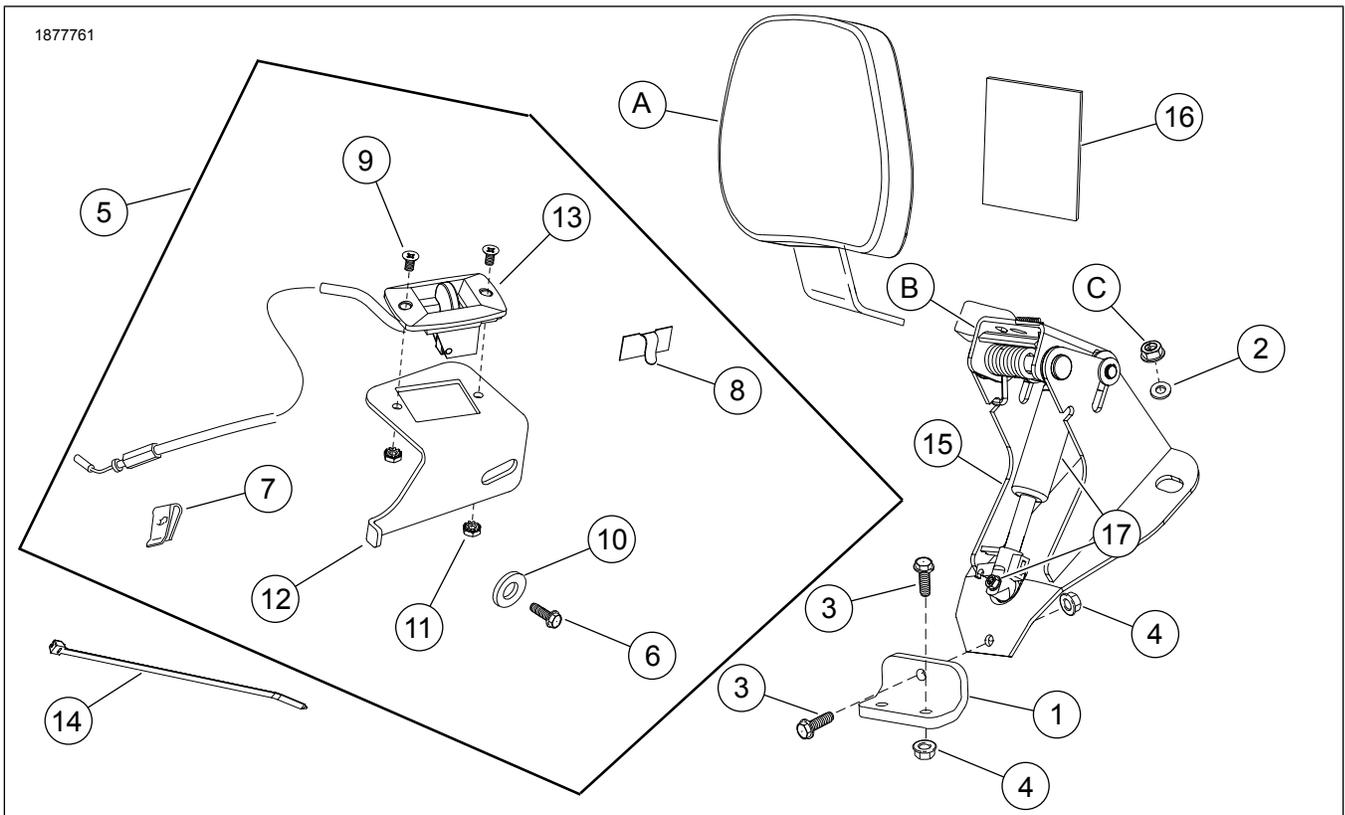

Figura 1. Conteúdo do kit: KIT FL de Ferragens para Montagem do Encosto Regulável para o Condutor
9. Ver Figura 1. Instale o manipulô do atuador (13) com cabo no suporte do manipulô do atuador (12), de modo a que o cabo fique apontado para baixo após ter sido instalado.
10. Fixe com parafusos (9) e porcas (11).
14. Ver Figura 1 . Instale a guia do cabo (8) no suporte.